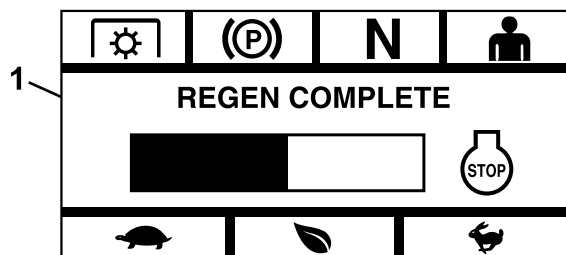

Figure 17
- **Complete** (terminé) – si le processus réussit, le module affiche l'écran Regen Complete (régén. terminée) (Figure 17). Il comporte un graphique à barres de décompte de 5 minutes.